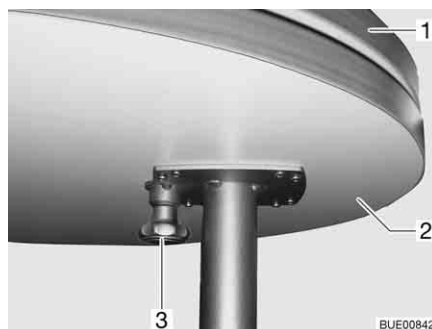

Fig. 99 Table fixe
- Tirer le bouton (Fig. 99,3) du dispositif de verrouillage vers le bas et sortir la rallonge de table (Fig. 99,2).
- Faire pivoter la rallonge de table (Fig. 99,2) sous le plateau de table (Fig. 99,1) jusqu'à ce le dispositif de verrouillage s'enclenche de façon perceptible.